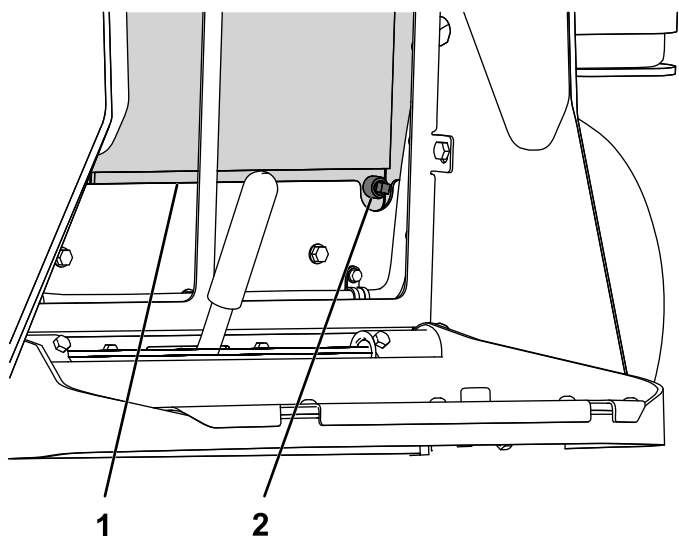

Рисунок 5
2. Установите большой сливной поддон под сливное отверстие и выверните пробку (Рисунок 5).